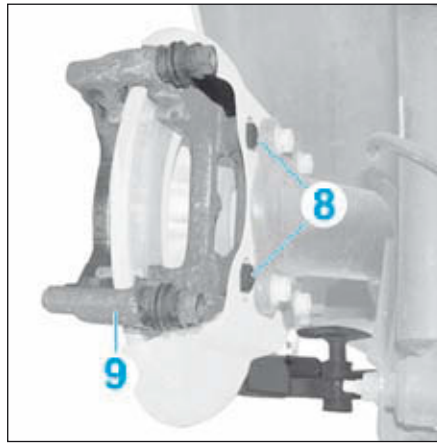

FIG.20
- Libérer le câble de frein de stationnement (4) de son oeillet de fixation (b).
- Débrancher le raccord (6).
- Déposer les vis de colonnette (7) en exerçant un contre-couple en (c).
- Déposer l'étrier (5).
- Déposer (Fig.20) :
- les vis (8),
- le support d'étrier (9).